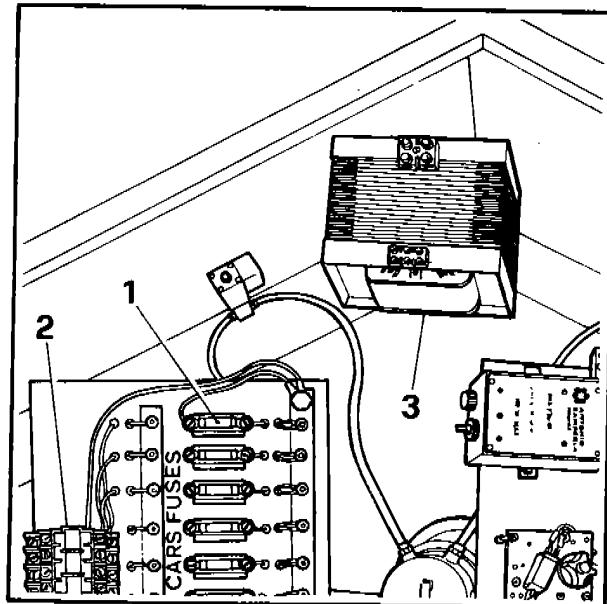

Fig. 5
- Check the Main Fuse (1 Fig. 5) for the solenoid valve and the teleswitch (2 Fig. 5) on the fuse panel in the top bowl.
- Check the transformer (3 Fig. 5) in the center of the ride, after the electrical commander box.
- Controllare il fusibile generale delle eletrovalvole (1 Fig. 5) ed il relay (2 Fig. 5) posizionati nel pannello fusibili dentro la boccia.
- Controllare il trasformatore (3 Fig. 5) che si trova nel centriño della giostra dopo il quadro elettrico.
- a) Check the teleswitch (2 Fig. 5) on the fuse panel in the top bowl.
- a) Check the teleswitch (2 Fig. 5) on the top bowl.